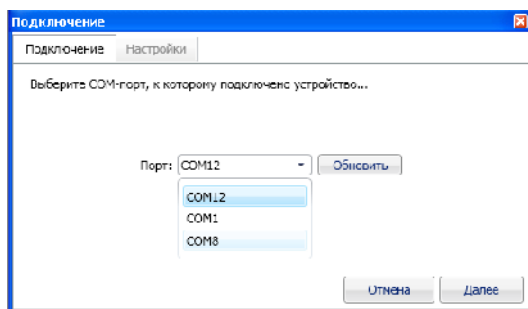

Рисунок 4
- в сплывающем диалоговом окне выбрать COM-порт, к которому подключен контроллер, и нажать кнопку «Далее» (рисунок 4);